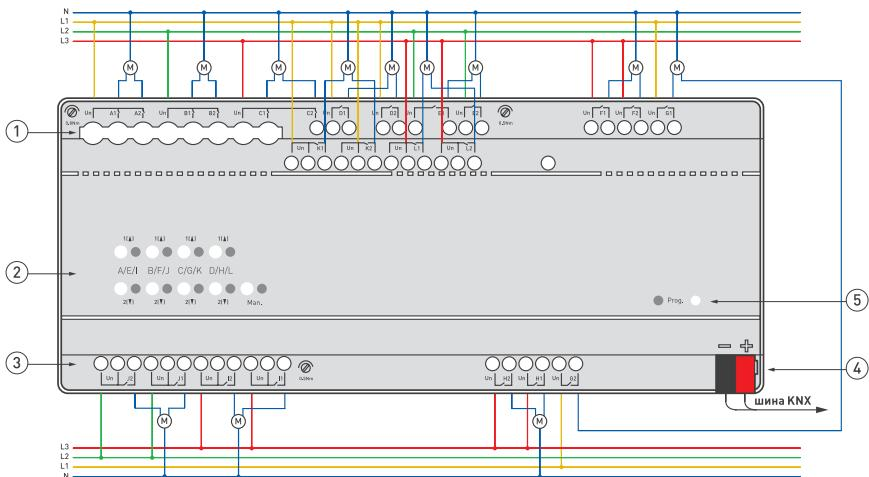

Рисунок 1. Пример подключения релейного модуля при использовании 24 каналов вкл./выкл. и 3-фазной сети.
3.3. Подключите шину данных KNX (красный и черный провода в кабеле KNX) к соответствующим клеммным колодкам, соблюдая полярность и цвета проводов, затем подключите силовые клеммы в соответствии с проектом, см. Рисунок 1.